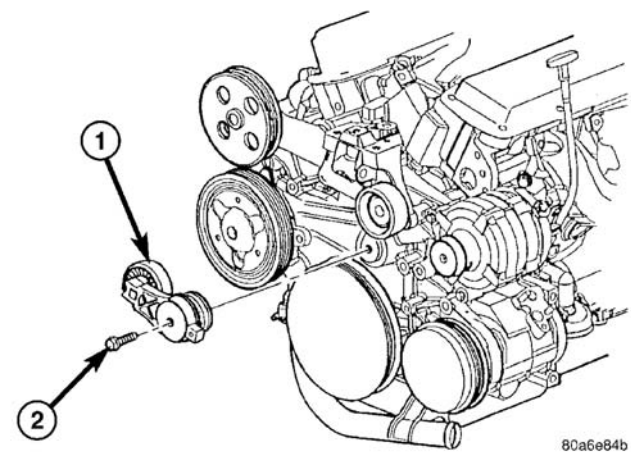

图 2 皮带张紧器-3.3/3.8L
- (1) 用举升器举起车辆。
- (2) 卸下驱动皮带护罩。
- (3) 卸下驱动皮带 (请参见 7—冷却系统/附件驱动/驱动皮带—拆卸)。
- (4) 拆卸皮带张紧器 (图 2)。
- (1) 安装皮带张紧器和螺栓 (图 2)。螺栓拧紧力矩为 28N • m (250in.lbs.) 。
- (2) 安装驱动皮带 (请参见 7—冷却系统/附件驱动/驱动皮带—安装)。
- (3) 安装驱动皮带护罩。
- (4) 放下车辆。